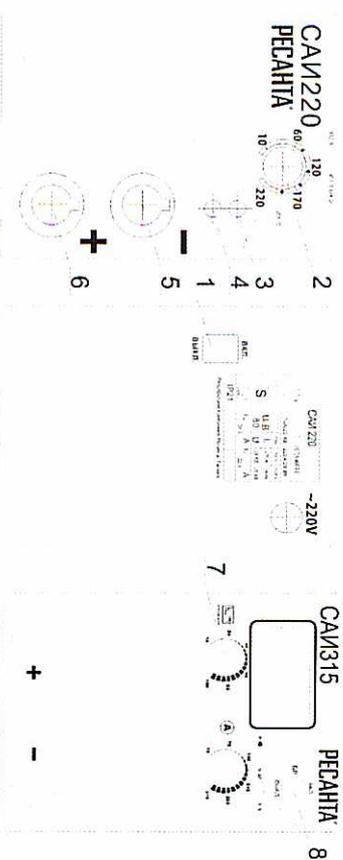

рис. 1
Изделие выполнено в металлическом корпусе. На передней панели имеется регулятор величины сварочного тока (рис.1 поз.2), индикатор "сеть" (рис.1 поз.3), индикатор "перегрев" (рис.1 поз.4), а также силовые разъемы подключения сварочных кабелей (рис.1 поз.5,6). Аппарат оснащен принудительной системой вентиляции, ввиду этого, категорически запрещается закрывать чем-либо вентиляционные отверстия в корпусе.
1. Присоединить к силовым клеммам (см. рис.1 поз. 5 и 6) аппарата кабель с электроддержателем и кабель заземления в зависимости от требуемой для данной марки электрода полярности. В большинстве случаев кабель с электроддержателем подсоединяется к плюсовой клемме, а кабель заземления (масса) к минусовой клемме.
2. Убедиться в том, что выключатель "Сеть" (рис.1 поз. 1) находится в положении "ВЫКЛ".
4. Убедиться в том, что регулятор (рис.1 поз. 2) находится в положении минимального сварочного тока.
5. Включить аппарат выключателем "Сеть" (рис.1 поз.1).
6. Вставьте необходимый электрод в электрододержатель и поворотом регулятора величины сварочного тока (рис.1 поз. 2) установите требуемое значение, согласно нижеприведенной таблице. Рекомендуется всегда следовать инструкциям производителя электродов, так как в ней указаны и полярность подсоединения кабелей, и оптимальный ток сварки.